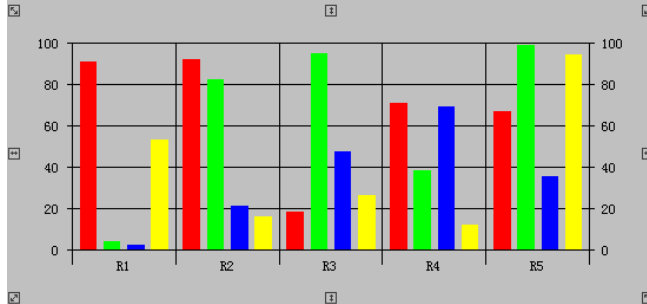

图 14.64 插入控件
2. 插入控件：在对话框中选择“Microsoft Chart Control”项，然后单击“确定”按钮。对话框自动消失，鼠标箭头变为小“十”字型，在画面中绘制图表的区域按下鼠标左键，然后拖动鼠标，拖动出的矩形框为图表的区域，松开鼠标键后，图表创建成功，显示在画面上，如图 14.64 所示。